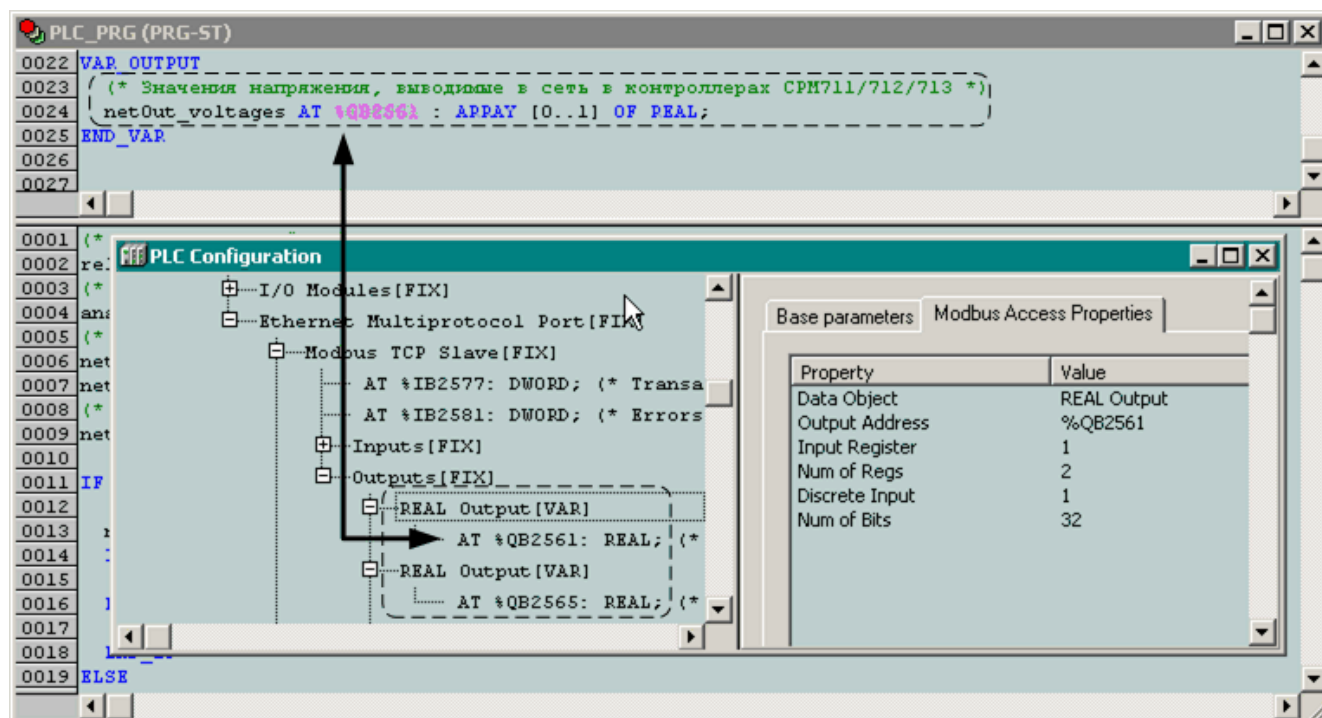

Рис. 48. Ссылка выходной переменной непримитивного типа на адрес в области выходных данных образа процесса
3. Значения напряжения на двух каналах модуля аналогового ввода выводятся в сеть путем использования выходной переменной в виде массива из двух элементов типа *REAL*. При этом ссылка на область выходных данных образа процесса организуется посредством указания непосредственного адреса в декларации переменной, как показано на рис. 48.